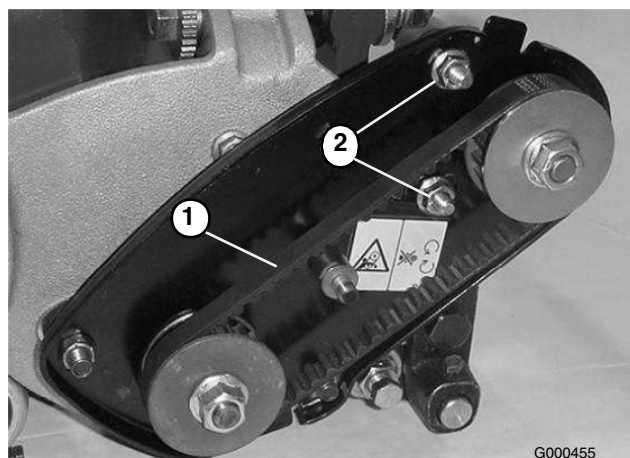

Figure 32
- A. Desserrez les écrous de montage du logement de roulement (Figure 32).
C. Serrez les écrous de fixation du logement de roulement (Figure 32). Ne tendez pas la courroie excessivement.